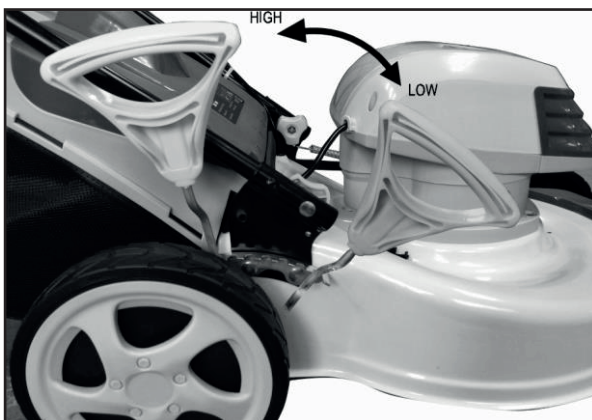

Рис. 4
- Чтобы уменьшить высоту ножа, возьмитесь за рычаг регулировки высоты и переместите его в сторону передней части косилки (Рис. 4).